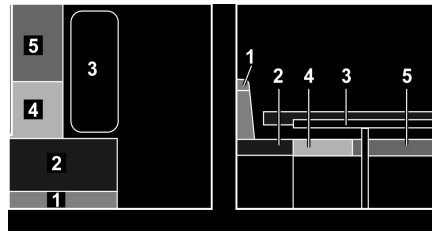

Fig. 137 Avant la transformation
- Convertir la table (Fig. 137,3) en sommier de lit (voir paragraphe 7.7).